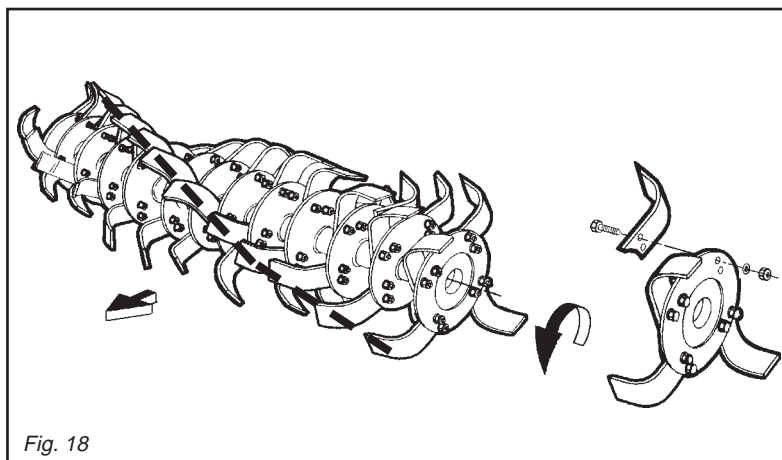

Fig. 18
Remember to mount the new hoe blade in exactly the same position as the old one (Fig. 18). If several hoe blades must
Les couteaux montés sur la houe sont indiqués pour travailler les sols ordinaires. Contrôlez tous les jours leur usure et intégrité. Lorsqu'ils se plient (ou se cassent) pendant le travail il faut les remplacer aussitôt. Le nouveau couteau devra être monté exactement dans la position de celui à remplacer (Fig. 18). S'il faut
tamente avendo l'accortezza di rimontare la nuova zappetta nella identica posizione di quella da sostituire (Fig. 18). Se fosse necessario sostituire più zappette, è consigliabile effettuare le operazioni di smontaggio e montaggio, sempre una zappetta alla volta, per evitare così errori di posizione.
**I bulloni che fissano le zappette devono avere la testa dalla parte delle zappette e il dado con relativa rondella dalla parte della flangia (Fig. 18).**
**Rispettare i valori delle coppie di serraggio come indicato in tabella pag. 29.** Se si devono sostituire le zappette, fare attenzione che le nuove assumano la posizione di quelle smontate (Fig. 18).
***The heads of the bolts fixing the hoe blades in place must be on the side of the hoe blades themselves, while the nut with relative washer must be on the flange side (Fig. 18).***
*If the hoe blades must be changed, remember to set the new blades in the same positions as the demounted ones (Fig. 18).*
ersetzt werden. Dabei ist zu beachten, daß man das neue Hackmesser an der gleichen Stelle montiert, an der sich das beschädigte befand (Abb. 18). Sollten gleich mehrere Hackmesser zu ersetzen sein, sollte man jeweils ein Hackmesser ein- und ausbauen, um eine falsche Einbau-position zu vermeiden.
**Die Schrauben, mit denen man die Hackmesser befestigt, müssen den Kopf auf der Seite des Hackmessers und die Mutter mit der Unterlegscheibe auf der Flanschseite haben (Abb. 18) Die Werte des Abzugsmoments beachten, das in der Tabelle auf Seite 29 angegeben ist.**
Wenn man die Hackmesser ersetzen muß, darauf achten, daß die neuen in der Position der ersetzten am Hackstern angebracht werden (Abb. 18).
***Les boulons de fixation des coupeaux doivent avoir la tête côté coupeau et l'écrou avec la rondelle côté flasque (Fig. 18).***
*En cas de remplacement des coupeaux, veillez surtout à ce que les nouveaux coupeaux occupent les positions de ceux démontés (Fig. 18).*
azadilla en la idéntica posición de la precedente (Fig. 18). Si es necesario sustituir varias azadillas aconsejamos efectuar las operaciones de desmontaje y montaje siempre una azadilla a la vez, para evitar errores de posición.
**Los bulones que fijan las azadillas deben tener la cabeza de la parte de las azadillas y la tuerca con la relativa arandela de la parte de la brida (Fig. 18). Respetar los valores de los pares de torsión según lo indicado en las tablas de pag. 29.**
Cuando sustituimos azadillas respetar la posición de las azadillas desmontadas (Fig. 18).